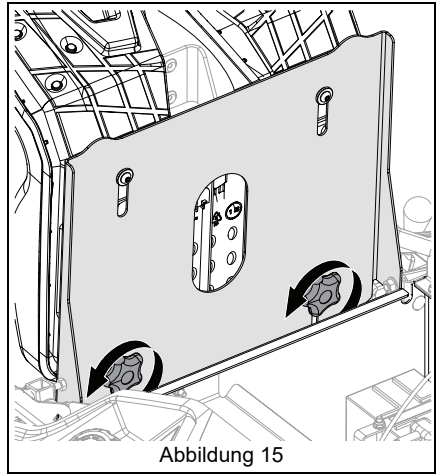

Abbildung 15
2. Die zwei Flügelgriffe an der Vorderseite der Sitzplatte lockern. Siehe Abbildung 15.